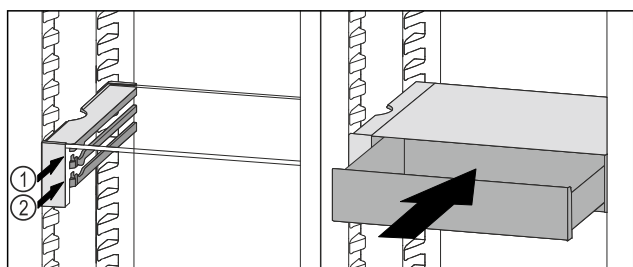

Fig. 186
- Stavite ladicu VarioSafe ukoso iza zaustavljača na željeni žlijeb Fig. 186 (1) ili Fig. 186 (2).